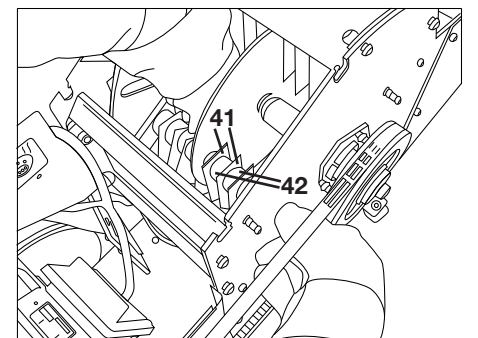

Bild 35
- Schläger und Distanzbuchse können entnommen werden, legen Sie die Schläger (41) und Distanzhülsen (42) in der Reihenfolge ab, in der Sie sie von der Schlägerachse nehmen (siehe „Bild 35“).
- Beim Einbau der neuen Schläger muss die Schlägerachse wieder durch die Montageöffnung (39) auf der gegenüberliegenden Seitenwand gesteckt werden.
- Beim Aufstecken der neuen Schläger und Distanzbuchsen muss darauf geachtet werden, dass zwischen zwei Schlägern (41) immer eine Distanzbuchse (42) gesteckt wird (siehe „Bild 35“).